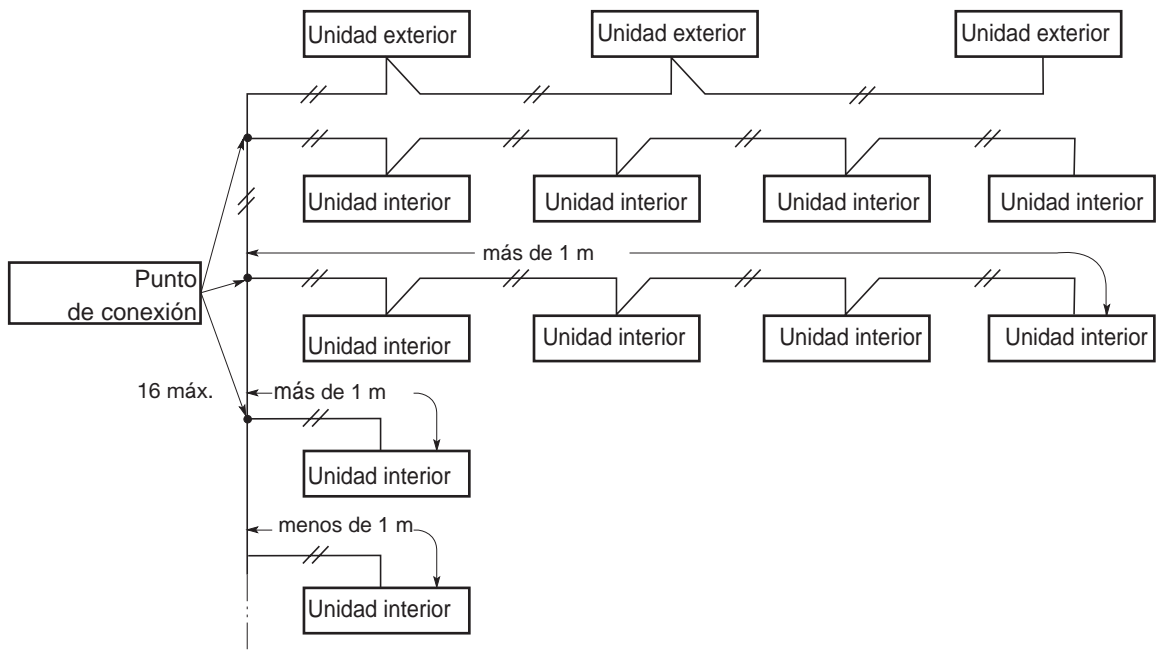

Fig. 5-3
4. 16 puntos de derivaciones máx. (Los tramos de menos de 1 m no se contabilizan en el número total de tramos) (Fig. 5-3)